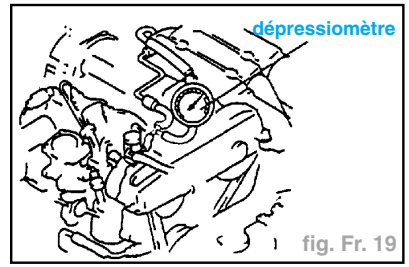

fig. Fr. 19
- Débrancher le flexible à dépression de la pompe à dépression et brancher le dépressiomètre comme illustré sur le schéma (fig. Fr. 19).